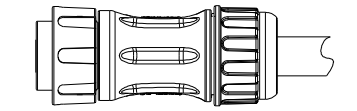

图 2.2 航空插头的使用
| ⑤  | 交流输出端子航空插头或者 PG 接头（航空插头配内六角扳手） | 1. V2. W3. U4. PE            | 可选（航空插头的使用见图 2.2 所示） |